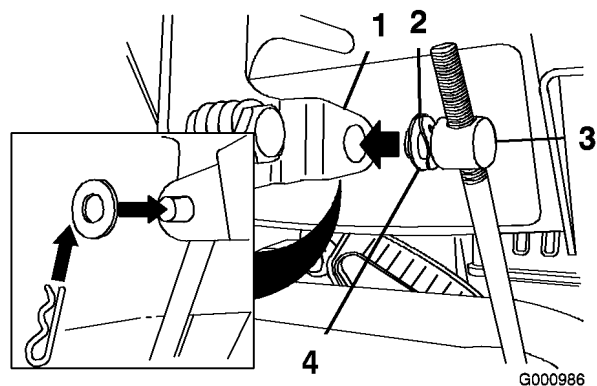

Figure 11
3. Retirez la goupille fendue et la rondelle extérieure du tourillon à l'extrémité supérieure de la tige de commande de vitesse (Figure 11).
Remarque: Pour faciliter le montage, laissez la rondelle ondulée et la rondelle plate sur le tourillon (Figure 11).
6. Soulevez la tige de commande de vitesse et insérez le tourillon dans le trou du levier sélecteur de vitesses (Figure 11).